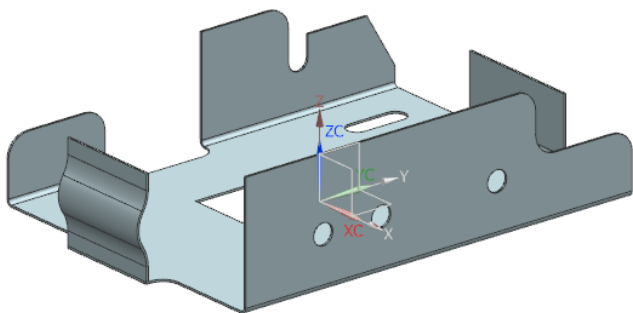

图 5-62 绘制轮廓弯边
(3) 在“轮廓弯边”对话框中，单击<确定>按钮，如图 5-62 所示。